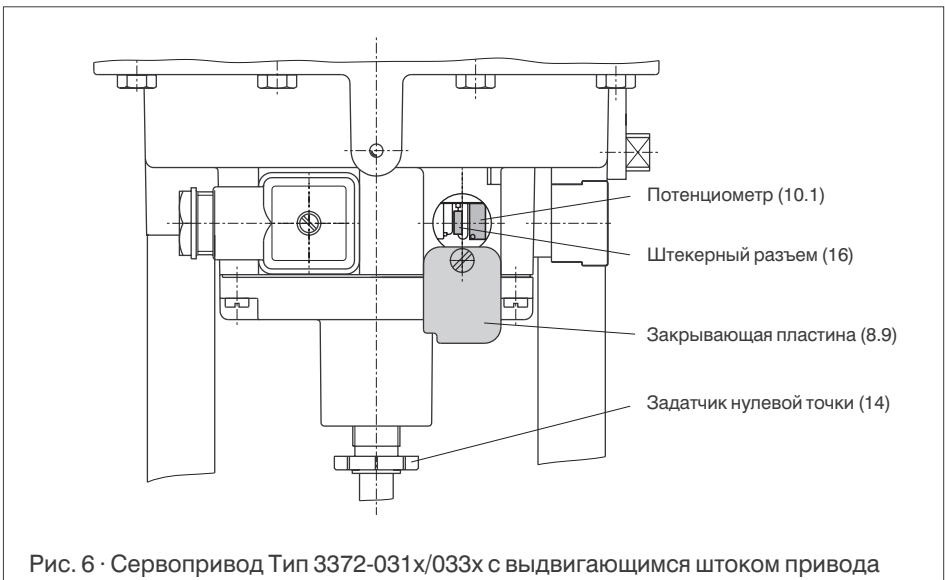

Рис. 6 · Сервопривод Тип 3372-031х/033х с выдвигающимся штоком привода
**3.1 Установка привода с предохранительным положением «шток привода выдвигается» тип 3372-031х/033х (рис. 6).**